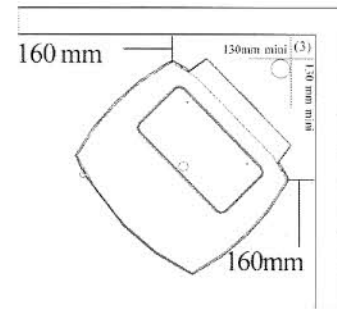

Fig. 10
Placer le poêle sur un sol incombustible. Si ce n'est pas le cas (moquette, tapis, sol plastifié ou bois par exemple), une plaque ou un socle non combustible devra intercalé. Ce sera au minimum une tôle de 2 mm d'épaisseur, un socle garni de céramiques avec des joints ciment ou une protection Harman en fonte (1). Les dimensions minimum sont 600 x 720mm. Cela donne un débordement de 50mm sur les côtés et de 153 mm devant le cendrier (100mm (2) si on mesure à partir du bord avant du socle). Le bord arrière de la protection peut affleurer le bord postérieur du socle. Le tenir au moins aussi éloigné des murs combustibles qu'indiqué sur les fig. 10, 11, 12 & 13.